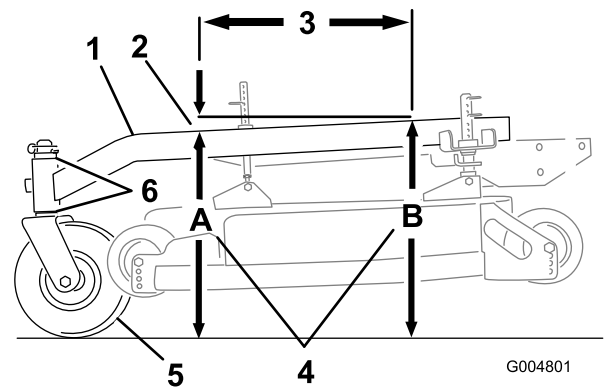

Figure 63
L'inclinaison avant/arrière du bâti porteur doit être comprise entre 3 mm (1/4 po) et 9 mm (3/8 po) sur 61 cm (24 po) de sa longueur (Figure 63).
1. Mesurez 61 cm (24 po) sur le bâti porteur (Figure 63).
2. Mesurez la hauteur du bâti porteur au point **A** (Figure 63).
3. Mesurez la hauteur du bâti porteur au point **B** (Figure 63).
4. La hauteur au point **A** doit être inférieure de 6 à 10 mm (1/4 à 3/8 po) par rapport au point **B** (Figure 63).
5. Si ce n'est pas le cas, déplacez les entretoises des roues pivotantes de manière à obtenir l'inclinaison voulue de 6 à 10 mm (1/4 à 3/8 po) (Figure 63). Déplacez les entretoises en haut ou en bas pour corriger l'inclinaison.